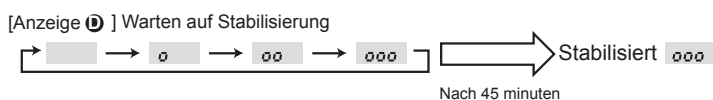

Fig. 8-3
- ③ Drücken Sie zur Bestätigung der Einstellung die **FILTER** (←) -Taste. (Fig. 8-3)